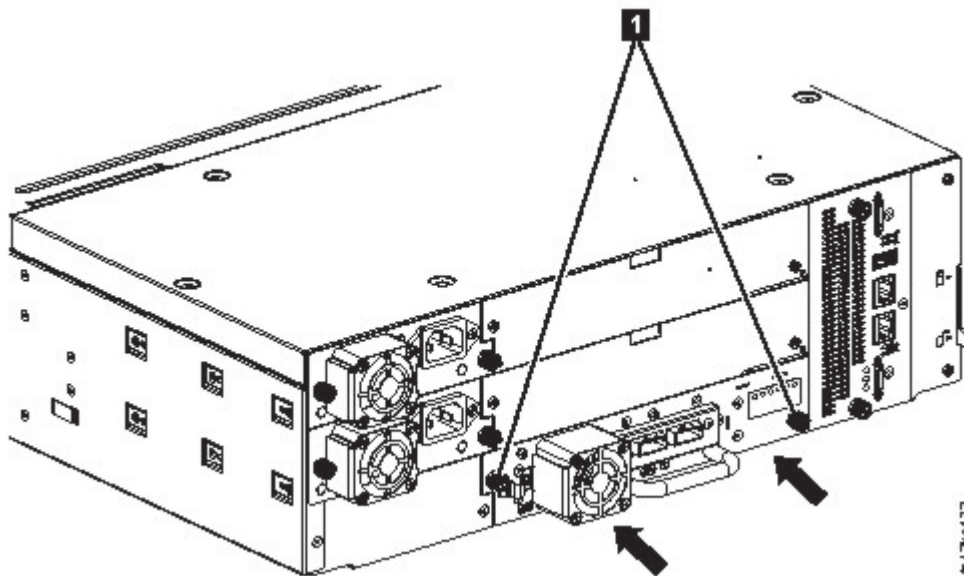

Abbildung 61. Bandlaufwerk installieren
3. Ziehen Sie die Rändelschrauben ( **1** in Abb. 61) mit den Fingern an, bis das Bandlaufwerk befestigt ist.